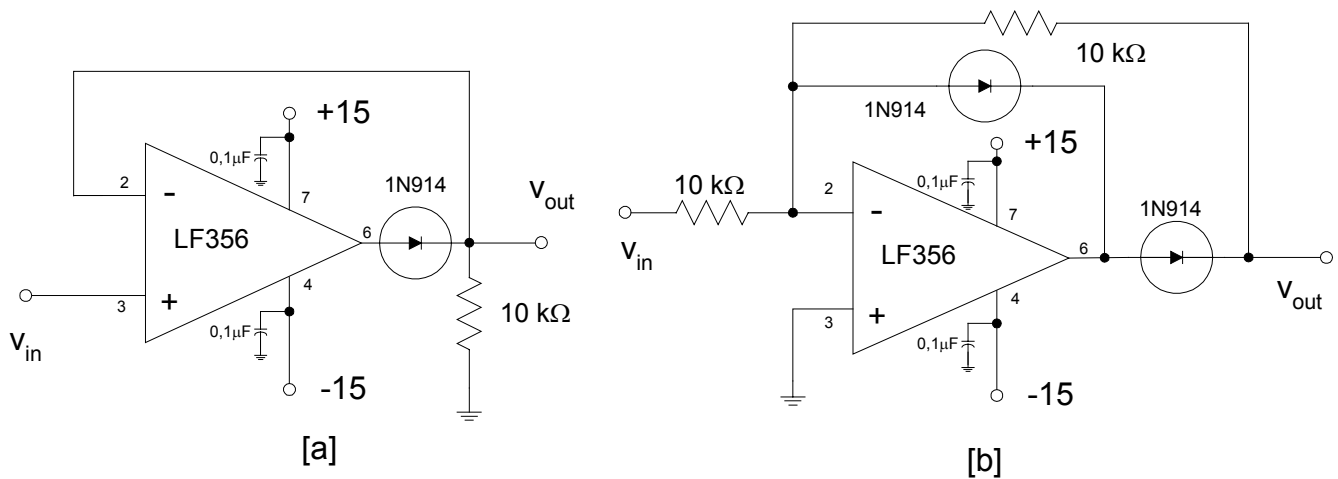

Figura 4. Circuitos para el experimento 5.
1. Construya el circuito de la Figura 4[a]. Con el generador de funciones ajustado para producir un senoide de 5 V p-p a 60 Hz, observe y dibuje la forma de onda de salida. Fíjese que es una versión rectificadora de una onda de la tensión de entrada, pero que usted no ve la caída de 0,6 V que vería si hubiese realizado un rectificador de diodos sencillo. Este circuito se conoce como rectificador de precisión. [El diodo está encerrado en el bucle de retroalimentación y, por consiguiente, la retroalimentación corrige el "error" de caída de tensión directa del diodo].
La Figura 4[b] es un circuito para un rectificador de precisión "mejorado". Construya este circuito y verifique que, en efecto, proporciona un funcionamiento mejorado al circuito de la Figura 4[a]. Aumente la frecuencia de entrada hasta que observe que el funcionamiento del circuito de este rectificador comienza a deteriorarse. ¿Aproximadamente, a qué frecuencia ocurre esto? Explique por qué funciona mejor este circuito que el rectificador sencillo.